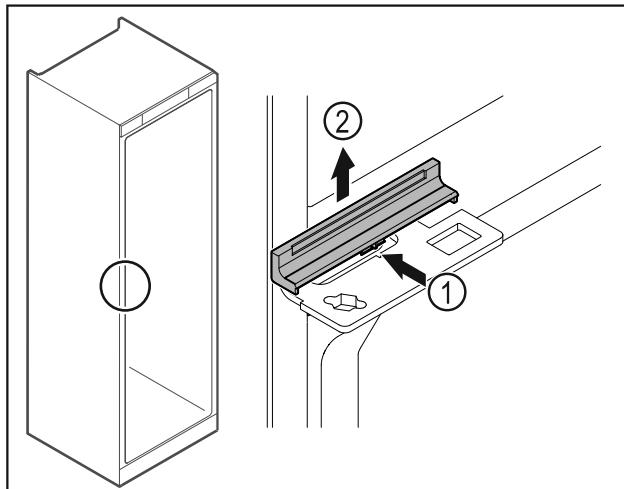

Fig. 43
- ▶ Натиснете леко навътре капака Fig. 43 (1) в средата и го свалете нагоре Fig. 43 (2).